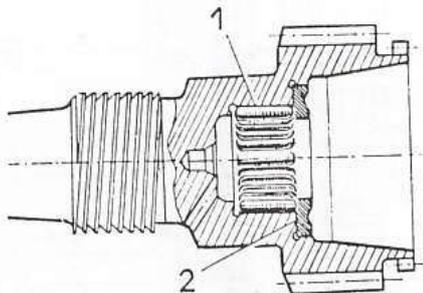

Fig. 65. — Vue en coupe de la partie AR du pignon de transmission
- Après s'être assuré que le logement des aiguilles est bien propre, mettre de la graisse et poser les 26 aiguilles (1) (fig. 65).
- Monter la piste (2) de la butée à billes dans le pignon de transmission. (**Attention !** — La cage doit être emmanchée « dur » et c'est celle qui a l'alésage le plus grand qui doit être choisie pour cet emplacement.)